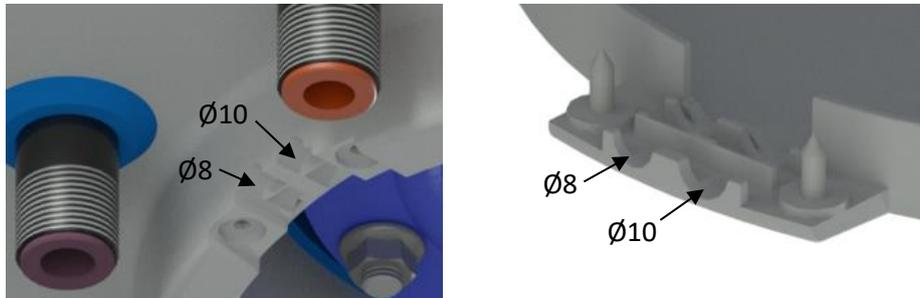
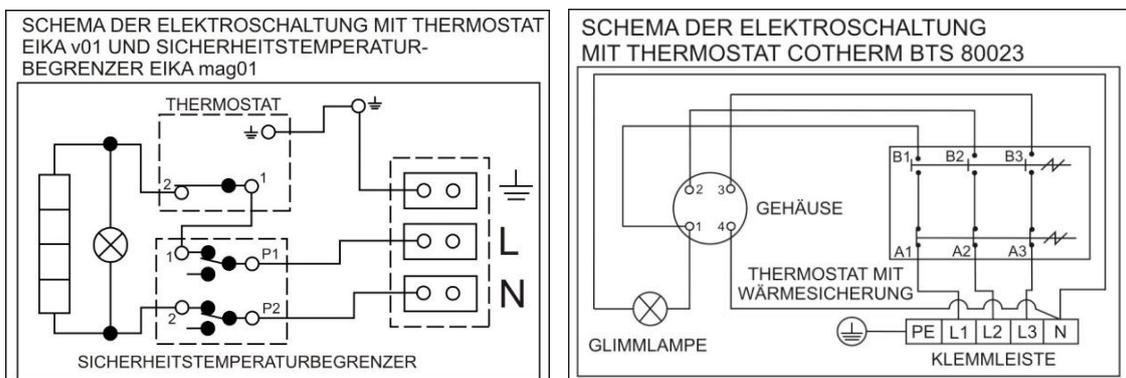

Abbildung 6
Abbildung 7
Der Anschluss ist laut Anschlusschema durchzuführen. Der im Werk vorgenommen Anschluss darf nicht geändert werden! (Abbildung 7). Die Trennwand in der Abdeckung der Elektroinstallation entfernen, die dem Durchmesser des Zuleitungskabels, also $\phi 8$ oder $\phi 10$ (Abbildung 6) entspricht. Die elektrischen Teile des Warmwasserbereiters haben die Schutzklasse IP 44. Der Leistungsbedarf der elektrischen Körper beträgt 2000 W und 4000 W.
- Das Schema des Elektroanschlusses ist dem Warmwasserbereiter am Gehäuse der Elektroinstallation beigelegt. (Abbildung 7).